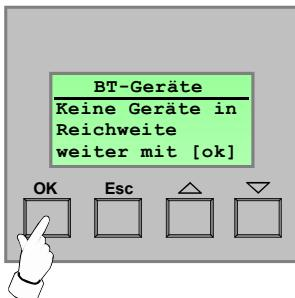

Bild 12: Keine BT-Geräte gefunden
- Wenn während des Suchvorgangs kein Bluetooth-Endgerät gefunden werden konnte, erscheint die Meldung "Keine Geräte in Reichweite" (vgl. Bild 12).